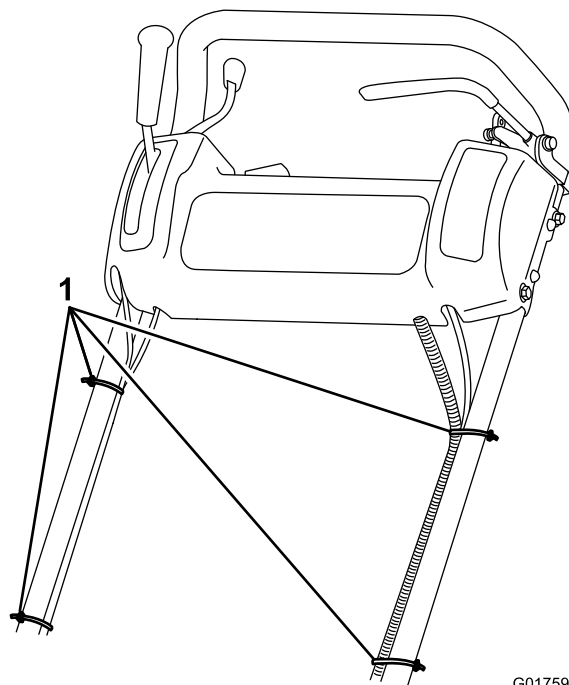

Figura 4
7. Prenda os cabos e cablagem ao manípulo com as braçadeiras de cabos (Figura 4).